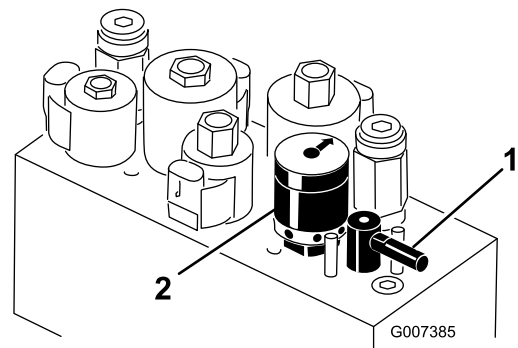

Figura 60
5. Gire la palanca de Autoafilado a la posición "R" (Figura 60).
6. Gire el control de velocidad del molinete a la posición 1 (Figura 60).